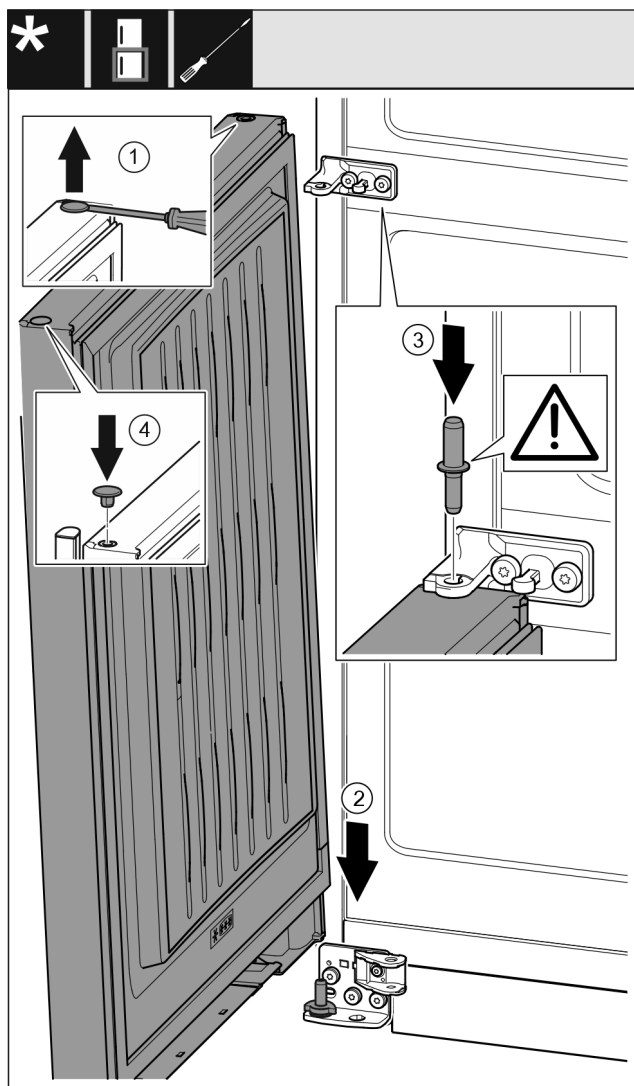

Fig. 55
- ▶ Осторожно приподнимите шлицевой отверткой заглушку Fig. 55 (1) и извлеките ее.
- ▶ Установите дверь Fig. 55 (2) сверху на нижний опорный палец.
- ▶ Вставьте средний опорный палец Fig. 55 (3) через средний опорный кронштейн в нижнюю дверь. При этом проследите за тем, чтобы выступ фиксатора был направлен назад.
- ▶ Снова установите заглушку Fig. 55 (4) с другой стороны двери.